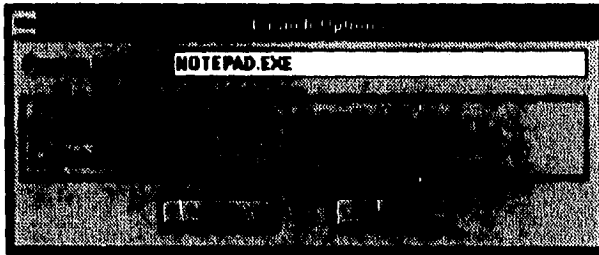

Figura 4.20
2. Seleccionar Edit/Launch Options... de la barra de menú para desplegar el cuadro de diálogo LAUNCH OPTIONS (ver Figura 4.20). Dentro de éste cuadro se podrá seleccionar la aplicación que se desea iniciar y se podrá escoger el criterio aplicable.